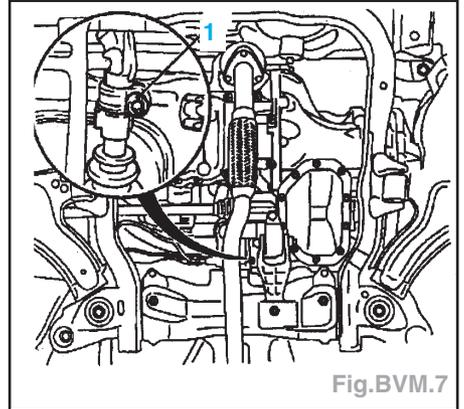

Fig.BVM.7
- Desserrer, sans la retirer, la vis de serrage (1) du collier pour renvoi de changement de vitesses (Fig.BVM.7).